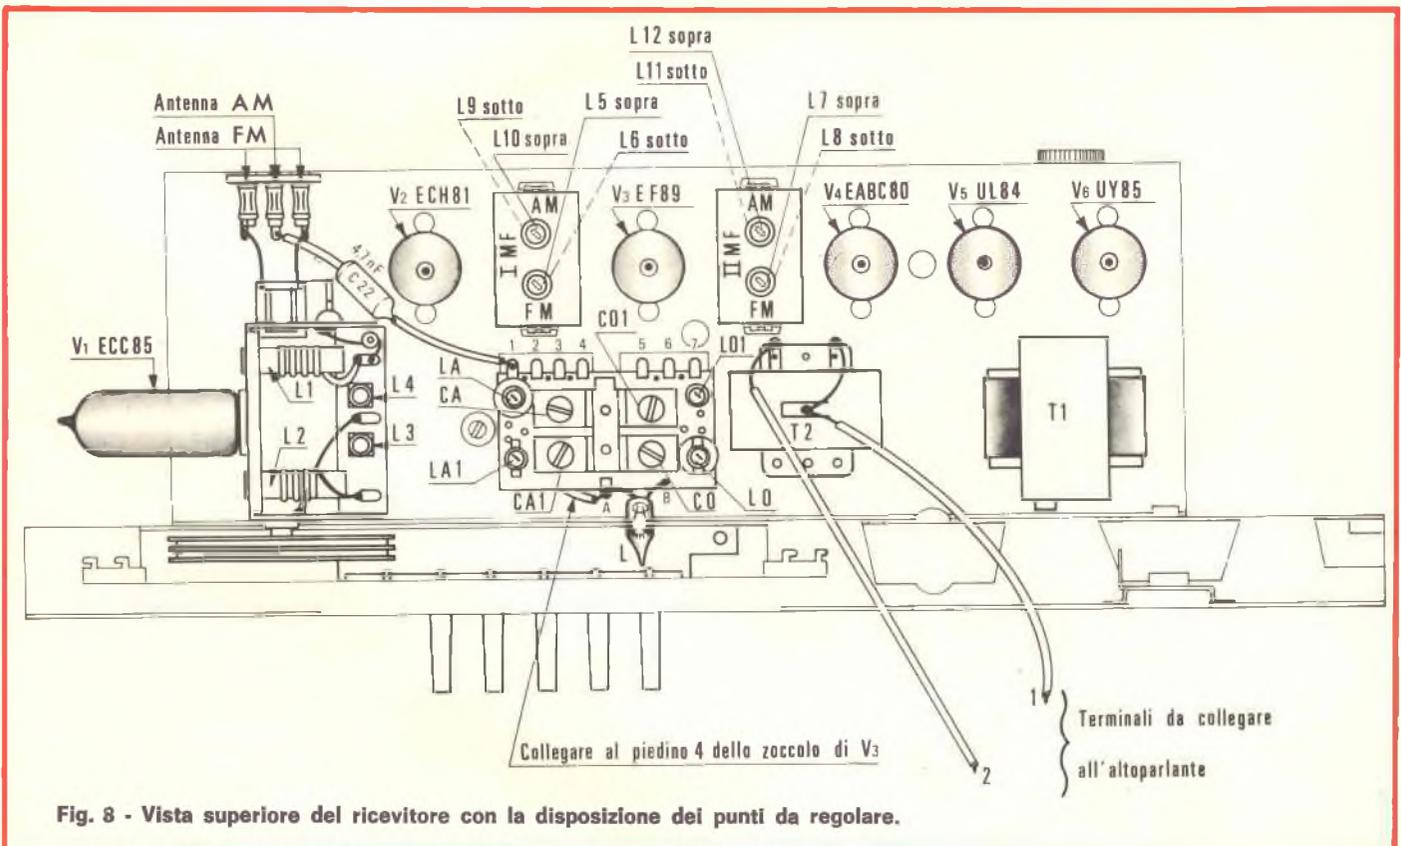

Fig. 8 - Vista superiore del ricevitore con la disposizione dei punti da regolare.
Per i particolari di montaggio dei componenti qui di seguito indicati vedi fig. 8.
- Montare le valvole - fig. 8.
- Collegare l'altoparlante ai terminali 1 e 2 del trasformatore d'uscita T2 - fig. 8.
Per la disposizione dei nuclei vedere fig. 8.
Per il procedimento vedere la tab. 2. Per la disposizione dei nuclei vedere la fig. 8.